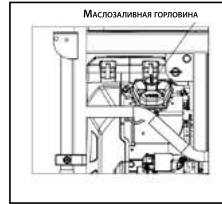

Рис. 2
- Открутите крышку маслозаливной горловины, залейте 1,8 литра масла (Рис. 2).